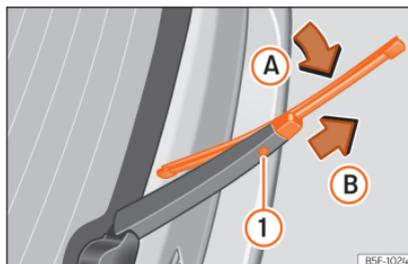

Abb. 40 Heckwischerblatt abnehmen und einsetzen.
- Wischerblatt leicht drehen » Abb. 40 (Pfeil **A**).